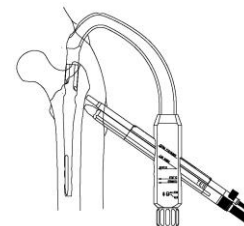

図13
- 10) ラグスクリュー用スリーブに、ラグスクリュー用ガイドピンスリーブ (内筒)、エクストラ用スリーブ (外筒) 及びガイドピンスリーブ (内筒) を組み付け、ターゲットデバイスに取り付け、つまみで固定します。 (図13)